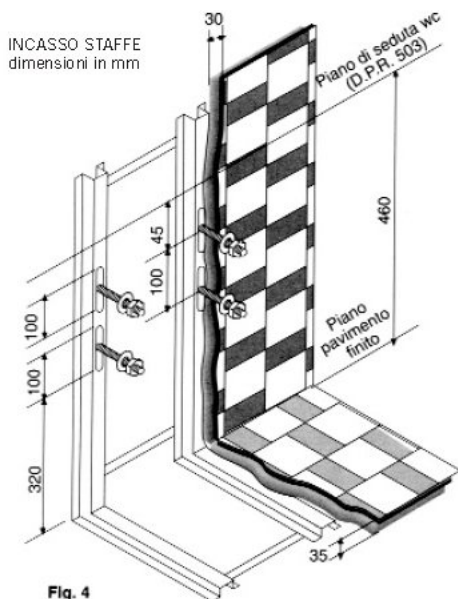

Fig. 4
-Murare la struttura metallica così assemblata curando in modo particolare che la stessa sia a piombo con la parete ed in bolla con il pavimento rispettando le quote riportate in fig. 4, in particolare quelle relative alla profondità dell'incasso. Le quote sono riferite a pavimento e rivestimento finito, e la quota riportata al piano di seduta del vaso è valida solamente per l'installazione del piano di seduta a 46 cm dal pavimento finito.